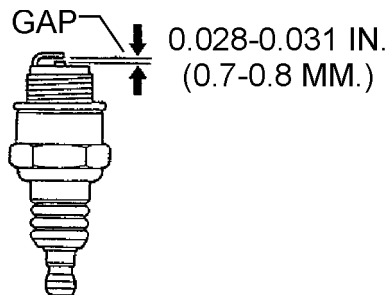

Figure 24. Écartement des électrodes de la bougie d'allumage
1. Retirez et nettoyez la bougie d'allumage (Figure 24).
À toutes les 100 heures de fonctionnement, à l'aide de pinces de 14 mm (Figure 24) retirez le bouchon de vérification de niveau d'huile du vibreur, tout en prenant soin de maintenir la machine à l'horizontale. Mesurez le niveau d'huile avec la jauge. La capacité d'huile à vibreur est de 0,63 pinte (0,6 litre). Assurez-vous de bien nettoyer la zone autour du trou de vérification pour empêcher la saleté et la poussière de pénétrer.